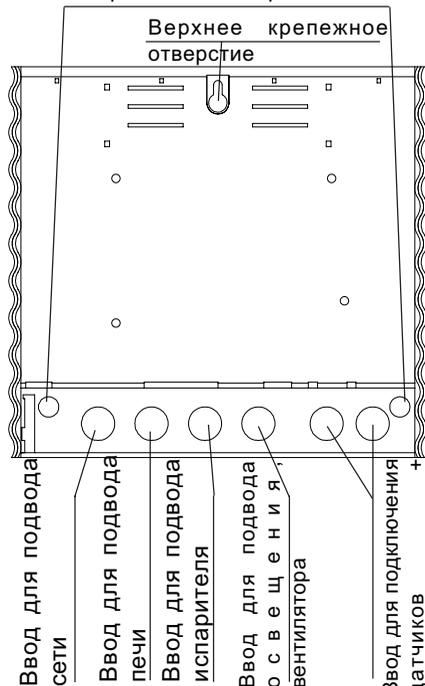

Рис. 4
3. Прибор управления подвешивается на болт, выступающий на 3 мм, в верхнем крепежном отверстии. Вставьте в отверстия у наружной стенки корпуса прилагаемые резиновые трубочки и проташите через них соединительный кабель. Нижнюю часть корпуса в двух нижних отверстиях закрепите на стенке кабины (Рис. 4).